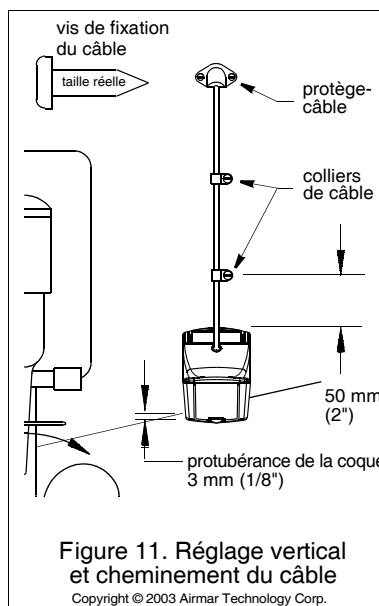

Figure 11. Réglage vertical et cheminement du câble
2. Vérifiez que la protubérance du coin inférieur gauche de la sonde se situe à 3 mm (1/8") en dessous du dessous de la coque (voir Figure 11).
- b. Augmentez la profondeur d'immersion de la sonde par étapes successives de 3 mm (1/8") (voir Figure 11).
1. Si un trou doit être percé dans le tableau arrière, sélectionnez un emplacement **bien au-dessus de la ligne de flottaison** (voir Figure 11). Vérifiez l'absence d'obstructions telles que volets de trim, pompes, ou câblage à l'intérieur de la coque. Marquez l'emplacement avec un crayon. Percez un trou à l'aide d'un foret d'un diamètre suffisant pour permettre le passage du connecteur.